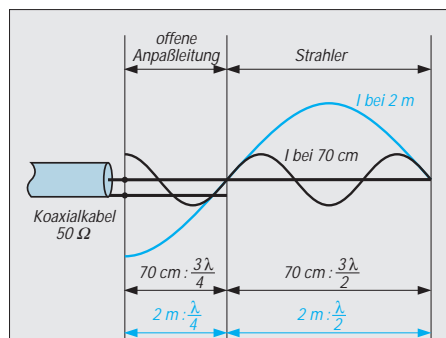

Bild 1: Die 2-m/70-cm-Stromverhältnisse auf Strahler und Anpaßleitung
- sich die Strom/Spannungs-Verhältnisse auf einem Draht nach $\lambda/2$ wiederholen (Bild 1),